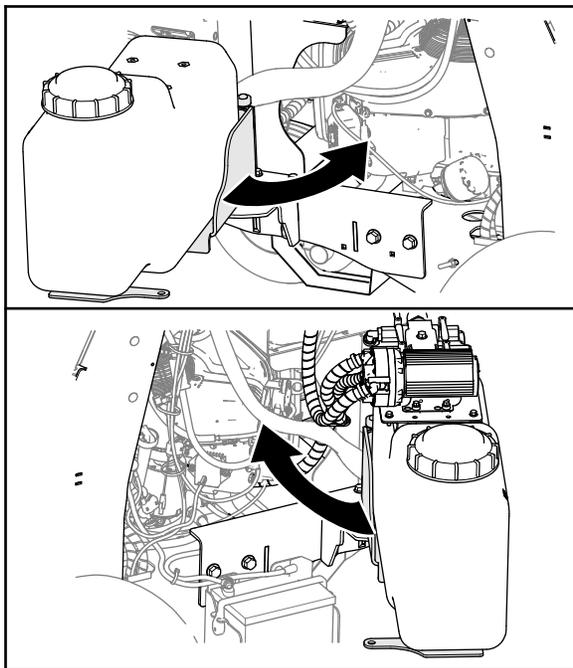

Figure 63
1. Tournez la cuve comme montré à la Figure 63.